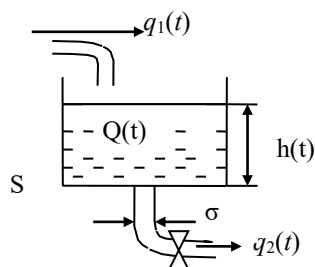

Рис.2.43
**Вариант 10.** В бак ведут две трубы. По одной в бак втекает  $q_1(t)$ , а по другой – вытекает  $q_2(t)$  литров жидкости в секунду через отверстие с проходным сечением  $\sigma(t)$  в днище бака (рис.2.43). Расход  $q_2 = \sigma v$  пропорционален проходному сечению  $\sigma$  отверстия, а скорость истечения жидкости  $v$  зависит от ее уровня  $h$ . Эта зависимость в данном примере описывается формулой Торичелли  $v = \sqrt{2gh}$ . Задача состоит в том, чтобы исследовать изменение уровня воды в баке при различных зависимостях проходного сечения выпускной трубы от времени.